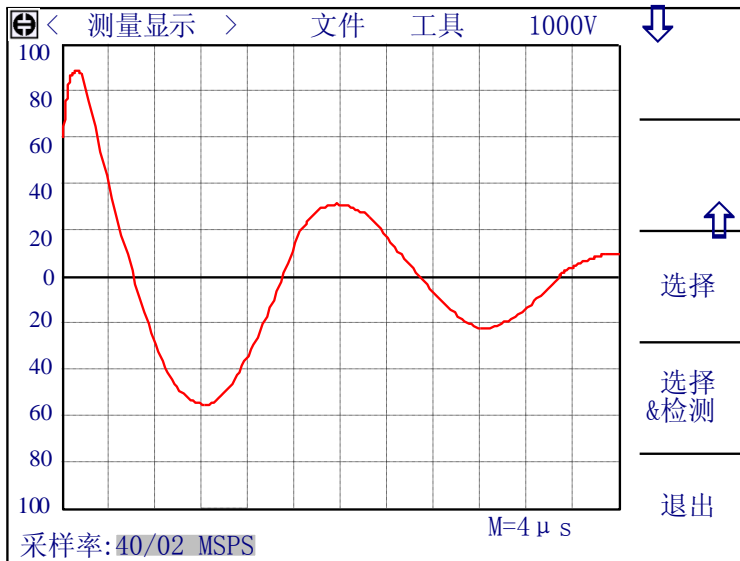

图 4-9 标准波形采样-单次循环
2. 单次循环：按启动键后，仪器测试每个采样率的标准波形，并且两次采样之间不等待时间，同时屏幕中央出现“测试中”信息，此时用户可以按中止测量软键退出标准波形采样。全部采样结束后，出现如图 4-9 画面，等待用户的操作，此时的可用软键如下：